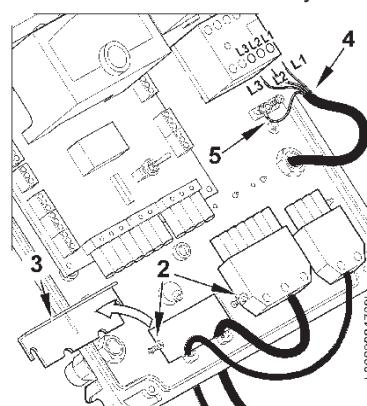

Рисунок 2
- 2) Ослабьте винты (2), а после снятия пластиинки кабельного зажима (3), пропустите через отверстие два разъёма 7- и 4-штырьковый (см. рис. 2). Соедините питающие кабели (4) к дистанционному выключателю, закрепите провод земли (5), а после этого затяните зажим.